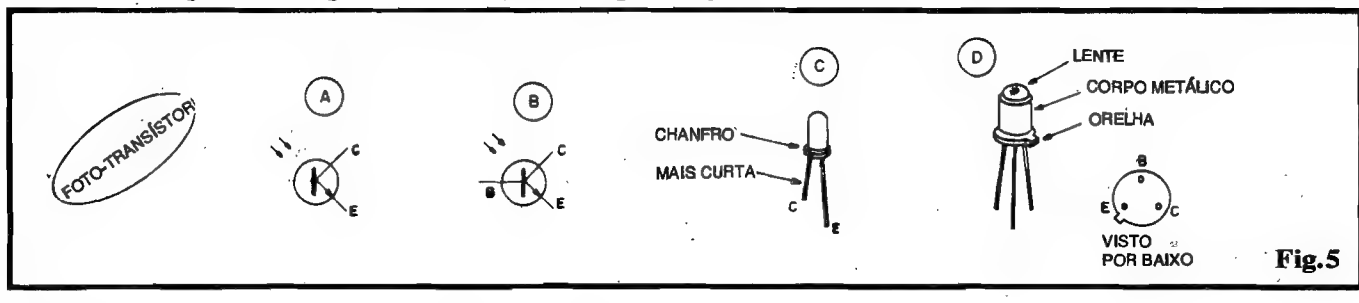

Fig. 5
- FIG. 5 - OS FOTO-TRANSISTORES - Depois dos LDRs, os foto-sensores mais comuns, atualmente, são os FOTO-TRANSISTORES, cujo funcionamento básico é um pouco diferente (mas com resultados finais parecidos, ainda que em outras gamas ou sensibilidades...). Em rápidas palavras, um FOTO-TRANSISTOR nada mais é do que um transistor bipolar comum, com o seu tradicional "sanduíche" semiconductor PNP ou NPN, porém dotado de uma "janela" ou abertura no invólucro, de modo a facilitar a penetração de LUZ so-